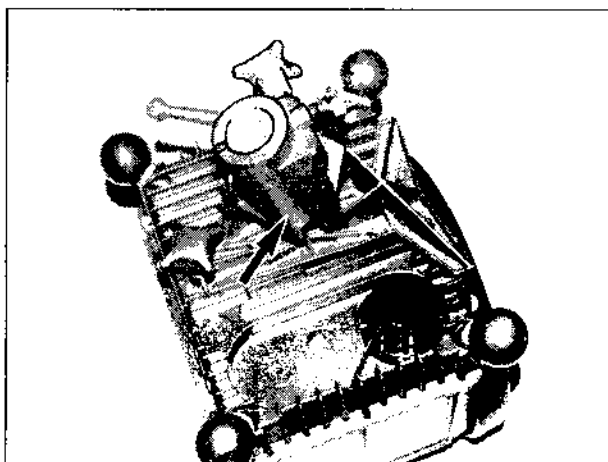

Bild 113
40. Konsole (Bild 113/Pfeil) von der RF-Einheit abbauen und verstauen.